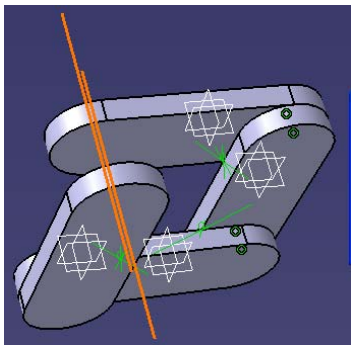

图 13-8
□ 连接圆筒形模型的命令  (点击  右下方倒三角形)。上图中点击  键后出现 Cylindrical Joints 对话框, 选择没连接的两个轴线, 点击 OK 键 (见图 13-8, 13-9)。